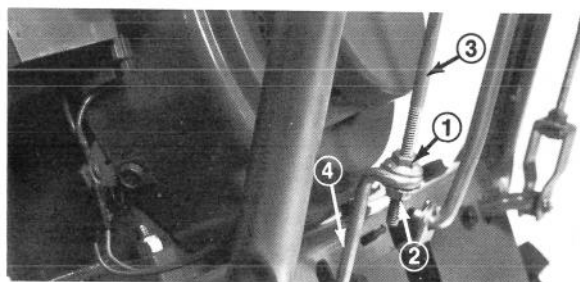
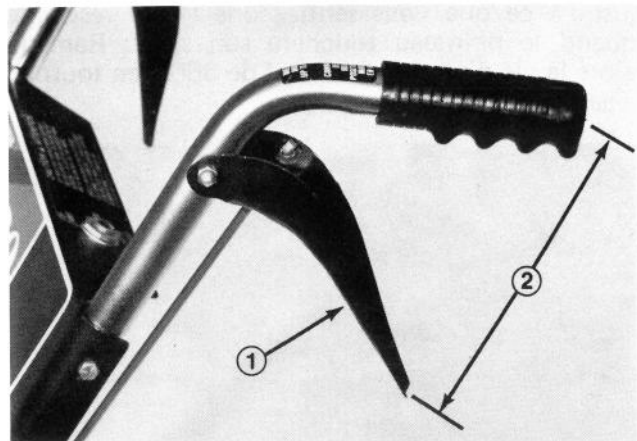

Figure 31
Figure 32
1. Desserrez les écrous de blocage qui fixent la tige de commande de traction supérieure à la tige de commande de traction inférieure (Fig. 31).
2. Réglez l'écrou de blocage supérieur (Fig. 31) jusqu'à ce qu'il y ait un écartement d'environ 8 pouces (20,3 cm.) entre le centre du mancheron et le bout du levier de commande de traction (Fig. 32).